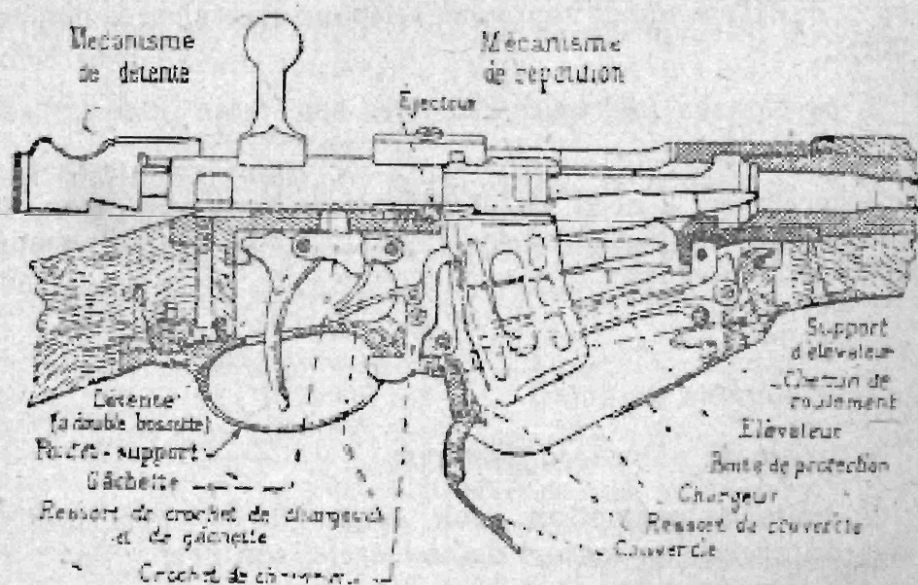
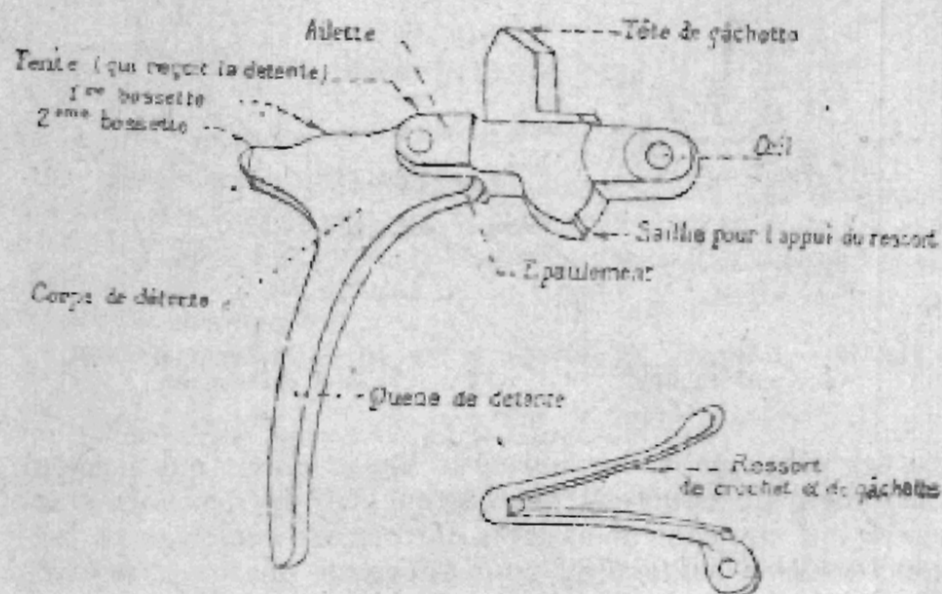

Fig. 13. — Mécanismes. (Vue d'ensemble, en coupe.)
Fig. 17. — Mécanisme de détente,
13. Le **mécanisme de répétition** et le **mécanisme de détente** sont reliés l'un à l'autre et forment un ensemble qu'on appelle les **mécanismes** (fig. 13).
### Mécanisme de répétition (fig. 13 et 14).
### Mécanisme de détente (fig. 13 et 17).
la gâchette (fig. 17), sa tête, ses ailettes, sa fente, sa saillie pour l'appui du ressort, son œil;
la détente (fig. 17), à double bossette, sa queue, ses deux bossettes, son épaulement;
le crochet de chargeur (fig. 13), son plan incliné, son corps, ses évidements pour le rouleau du ressort, son poussoir; le ressort de crochet et de gâchette (fig. 17), ses deux tranches munies chacune d'un rouleau, sa fente;